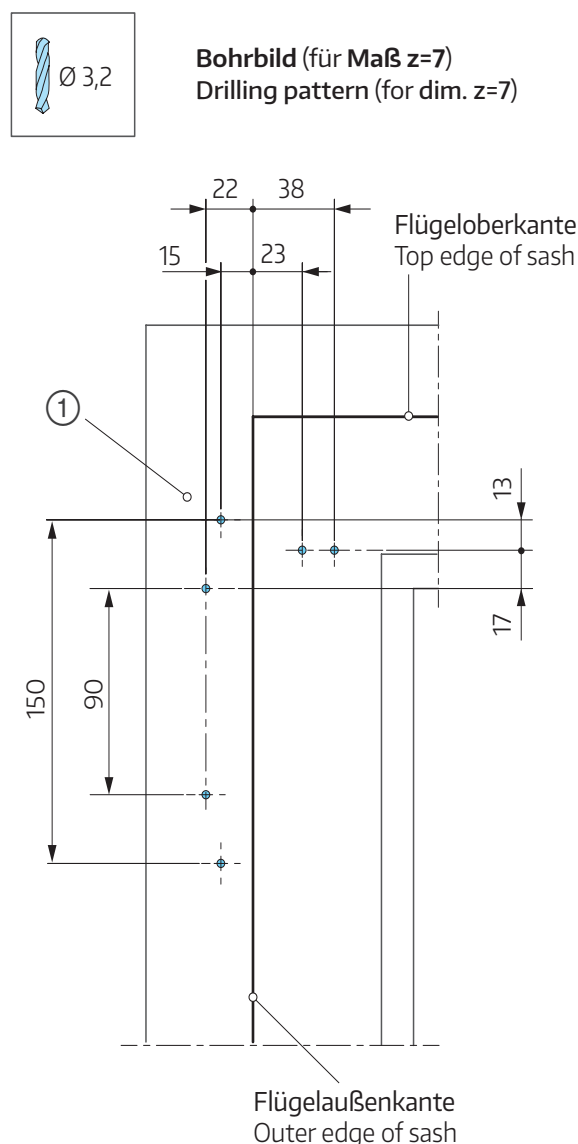
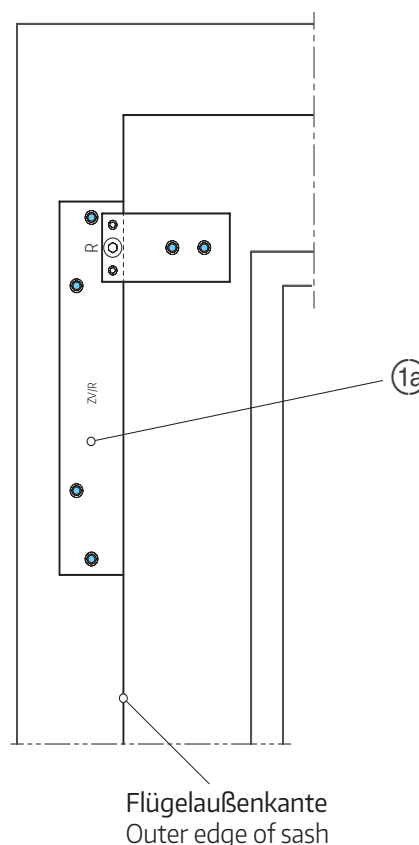

Abb. 1 | fig. 1
Abb. 2 | fig. 2
Befestigungslöcher Ø 3,2 nach Bohrbild ① (Abb. 1) oder mit optionaler erhältlich Bohrlehre bohren ①a (Abb. 2).
Drill fastening holes Ø 3,2 according to drilling pattern ① (fig. 1) or with optionally available drilling jig ①a (fig. 2).